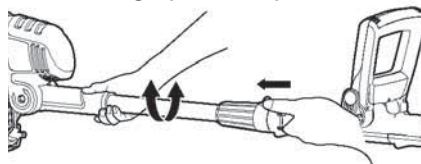

Fig.13
- > Tout en tenant la poignée principale, appuyez sur le bouton de verrouillage. Mettez le manche sur le cran souhaité (90° ou 180°) en le tournant dans le sens des aiguilles d'une montre. Puis relâchez le bouton de verrouillage pour bloquer le manche sur ce cran (fig.13).